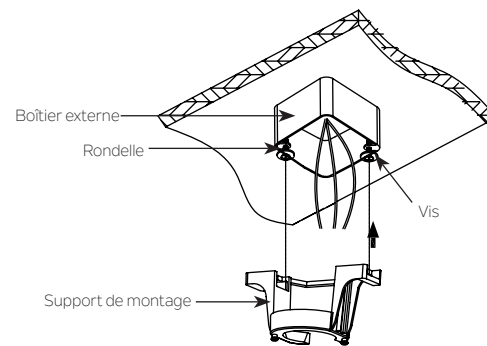

Fig. 5
Étape 1. Avant de fixer le ventilateur au boîtier externe (non fournie), assurez-vous que le boîtier externe est solidement fixé à au moins deux points d'un élément de plafond structurel (une boîte libre fera vaciller le ventilateur).. Installer les vis et les rondelles fournies avec le boîtier externe. REMARQUE: Ne bloquez pas les vis complètement, mais seulement à moitié. Faites passer les fils d'alimentation de 120 volts du boîtier de sortie au plafond par le centre du support de montage au plafond. (Fig.5)